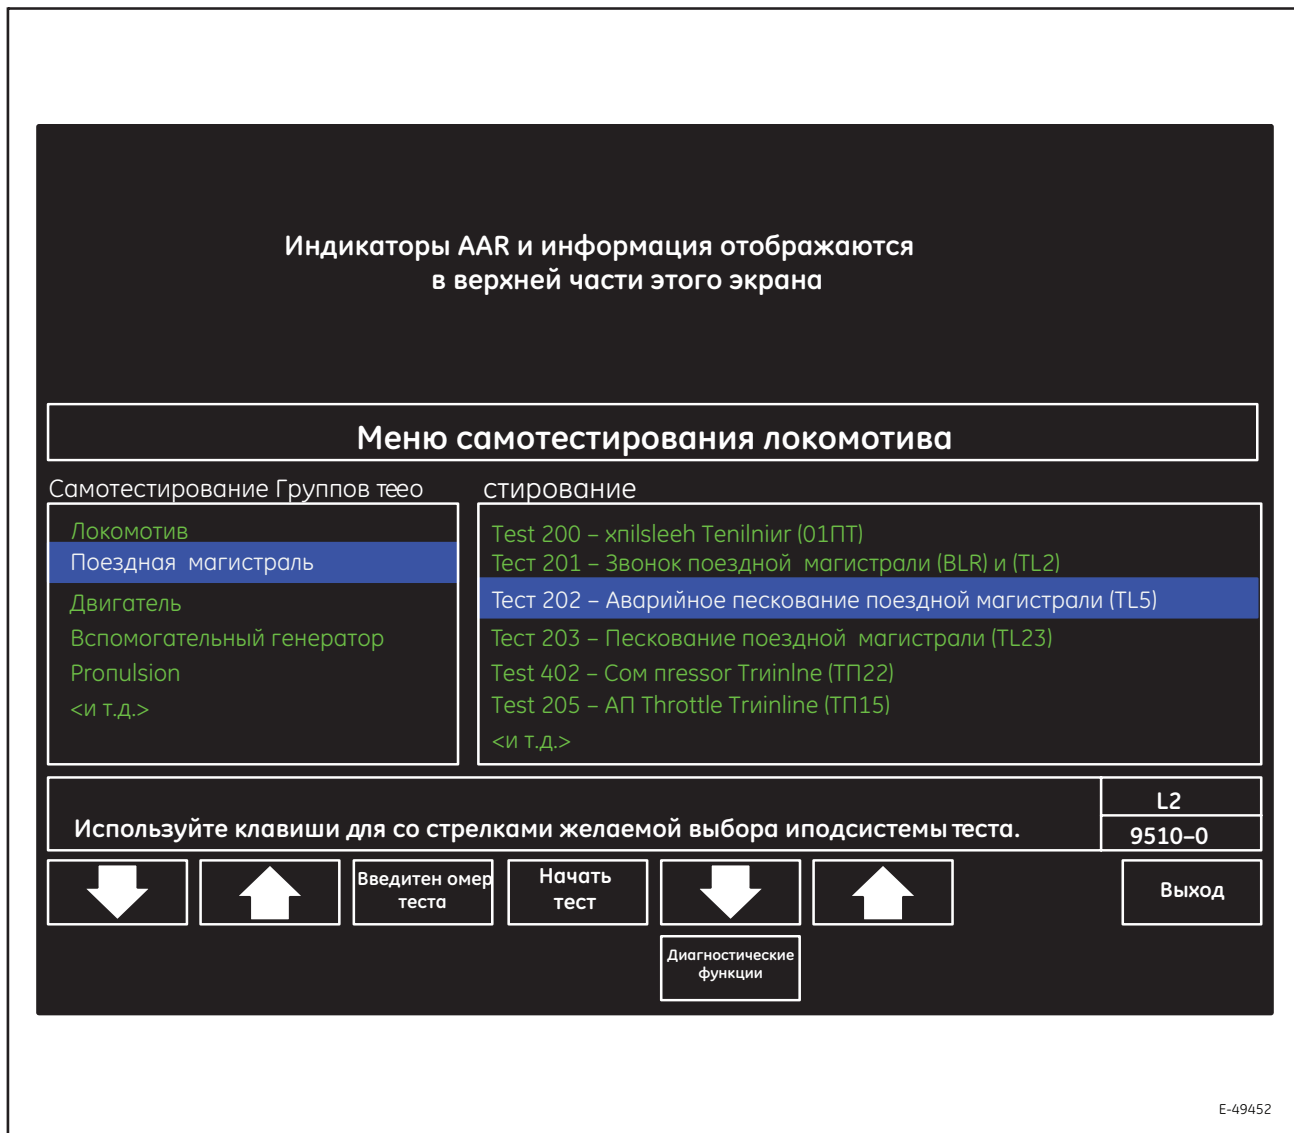

Рисунок 73. Типовой экран меню самопроверки локомотива (9510-0)
На экране меню самопроверки (9510-0, Рисунок 73) для осуществляющего техническое обслуживание персонала отображается меню доступных подсистем и самопроверок для выбора и выполнения. Экран выполнения самопроверки предоставляет осуществляющему техническое обслуживание персонала интерфейс во время каждой отдельной выбранной самопроверки.
Нажмите сенсорную клавишу 6 (**Loco Tests**) (Проверки локомотива) на экране дополнительных меню главного рабочего экрана (0000-1, Рисунок 3) для отображения экрана проверки локомотива (9500-0, Рисунок 64), при нажатии сенсорной клавиши F6 (**Self Test**) (Самопроверка) отобразится экран меню самопроверки локомотива (9510-0, Рисунок 73).
- iv. Сенсорная клавиша F8 (**Exit**) (Выход) – инициирует выход из выполняемой самопроверки и возврат к экрану меню самопроверки локомотива (9510-0, Рисунок 73).